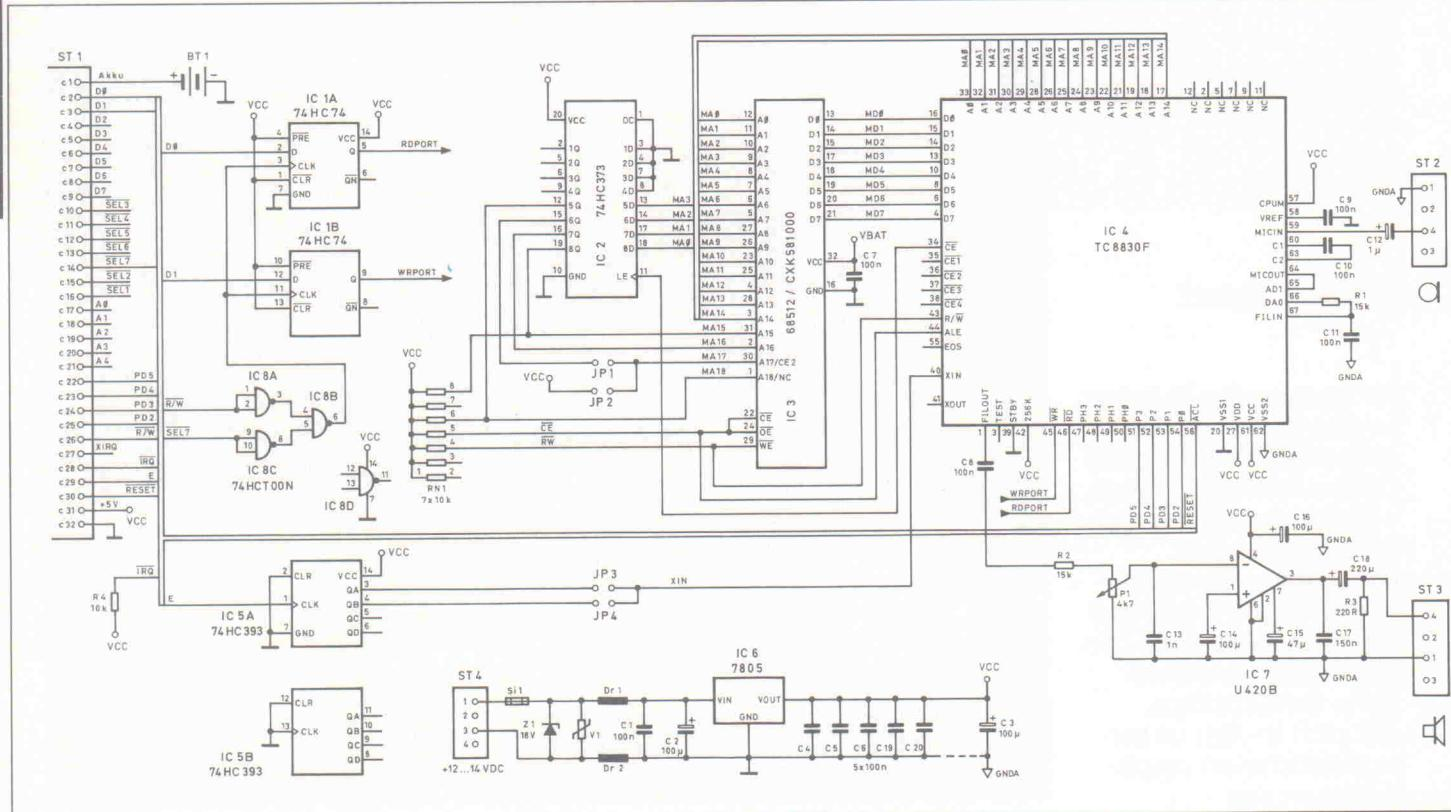

**Bild 1.** Die prinzipielle Funktionsweise von MOPS-Talk sowie das Zusammenspiel mit Mikrofon, Lautsprecher, Controller und PC.
**M**OPS-Talk ist eine Sprach-Ein-/Ausgabe-Karte, die speziell für die Zusammenarbeit mit dem 68HC11-Controller-Board MOPS (ELRAD 3/91) konzipiert wurde. Die Hardware ist in der Lage, beliebig viele Wörter, Phrasen oder sonstige Klangereignisse über Mikrofon zu sammeln und in freier Reihenfolge und Wiederholung über Lautsprecher auszugeben. Die Steuerung übernimmt der 68HC11, die Kommunikation geschieht mittels Terminalprogramm auf dem PC (Bild 1). Natürlich ist ebenso eine Standalone-Lösung denkbar, bei der MOPS-Talk beispielsweise in Verbindung mit einer Meßelektronik aktuelle Meßergebnisse ausposaunt oder bei Über-/Unterschreiten eines Schwellwerts Warnmeldungen oder gar konkrete Anweisungen ausgibt. Der